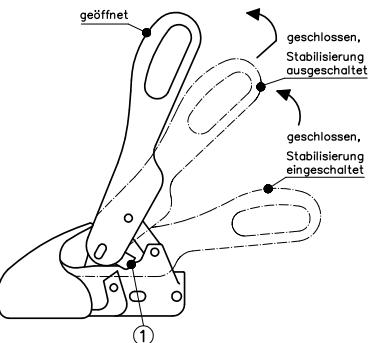

Bild 6: Stabilisierung ausschalten
Den Bedienungshebel langsam nach oben ziehen, um die Stabilisierung auszuschalten. (Bild 6)
Beleuchtungsstecker und Abreißseil lösen, den Bedienungshebel langsam nach oben ziehen, um die Stabilisierung auszuschalten (Bild 6). Bedienungshebel zurückziehen und gleichzeitig weiter anheben (Bild 6), sodass die seitlichen Sicherungslaschen (1) über die Sicherungsflächen schwenken und der Bedienungshebel in die geöffnete Stellung gebracht werden kann. Mit Hilfe eines Deichselaufrades kann nun der Anhänger vom Zugfahrzeug abgekuppelt werden.